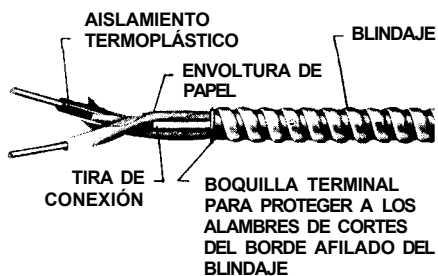

Fig. 31-9. Cable blindado (General Electric Company).
**Cable blindado.** En este cable los alambres aislados se encuentran dentro de una funda flexible de blindaje. La funda se forma con una espiral de cinta de acero galvanizado que se entrelaza para formar una envoltura similar a un tubo. El cable contiene también una tira desnuda de conexión de cobre o aluminio en contacto con el blindaje a lo largo de toda su longitud (Fig. 31-9). El propósito de la tira de conexión es proporcionar continuidad a la tierra del circuito en caso de que el blindaje se rompa en algún punto. Esto es necesario debido a que el blindaje casi siempre es un elemento del sistema de conexión a tierra.